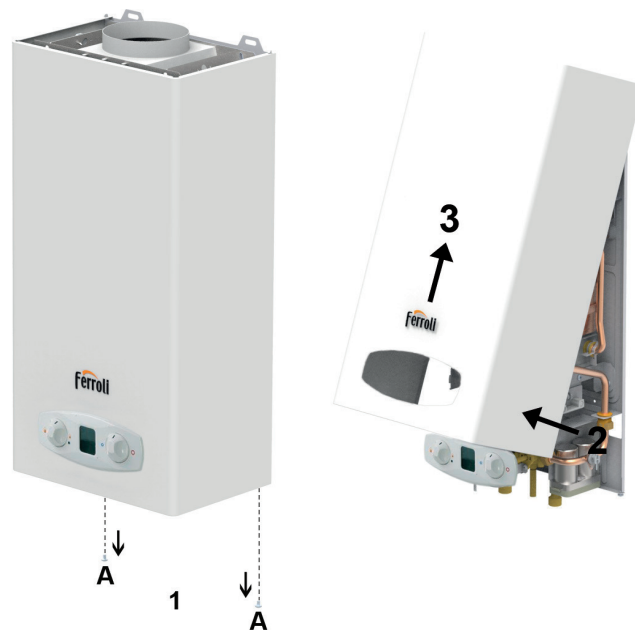

fig. 8 - Deschiderea carcasei
1. Deșurubați șuruburile A (vezi fig. 8).
2. Rotiți carcasa (vezi fig. 8).